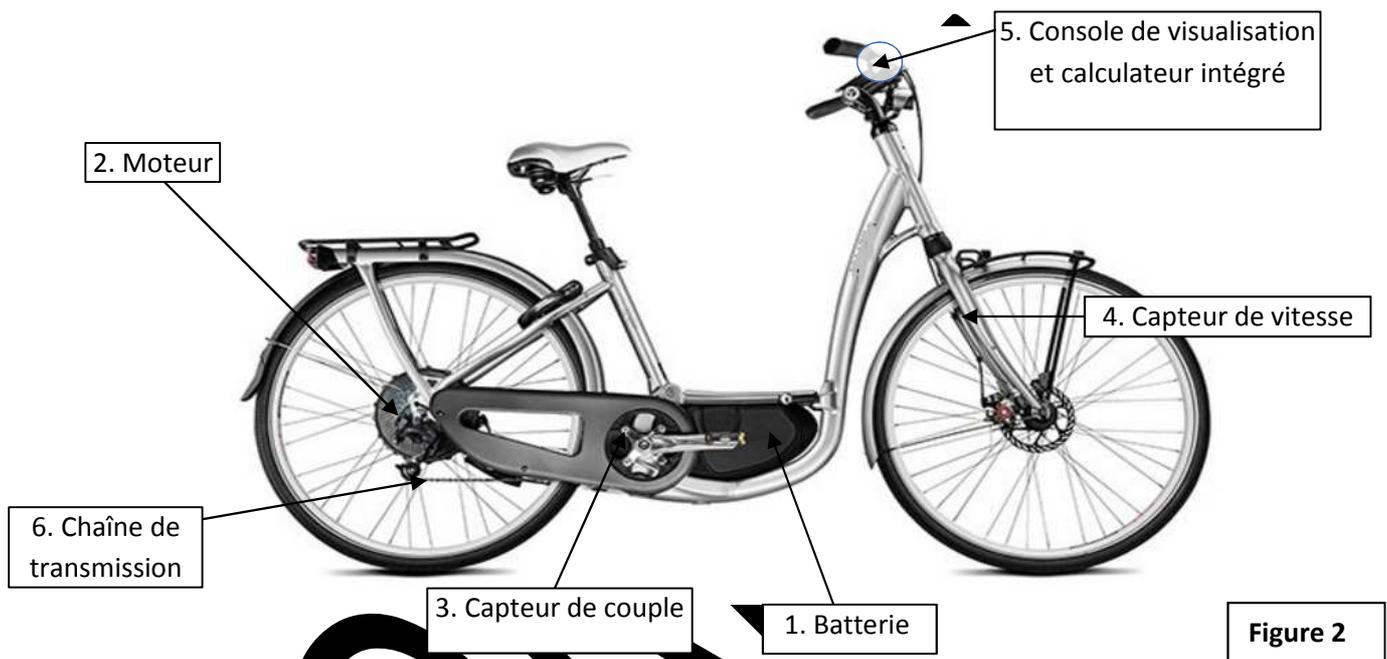

Figure 2
**Question 2 :** À l'aide de la figure 2, associer les composants aux fonctions indiquées en complétant le tableau A situé sur le document réponse n°1.